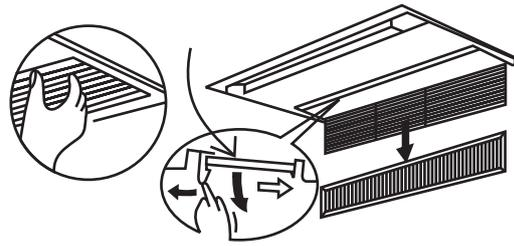

图5.4 一面出风式
- ③对于一面出风式，双手抓住进风口卡扣向下慢慢打开，向内侧拉，按下滤尘网卡口即可取出（见图5.4）。
- ④对于挂壁式，按下滤尘网的中央突起处，使其弹出，手握滤尘网抓把，向体侧拉，从下方抽出。
- ⑤对于座吊两用式，将滤尘网向体侧拉并取出。